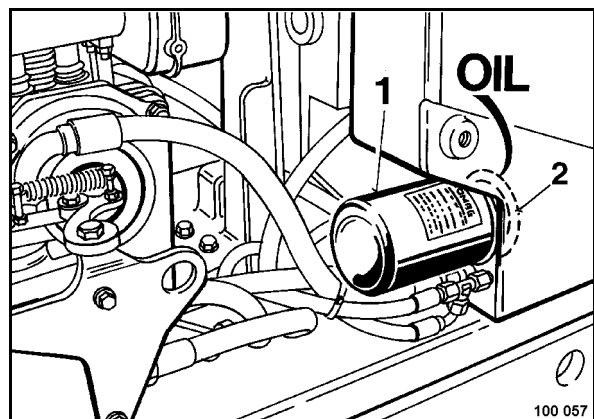

рис. 74
- Ослабить сменный фильтрующий элемент масла для гидросистемы (1) (рис. 74) с помощью подходящего ленточного ключа и отвинтить его.
- Слегка смазать резиновую прокладку (2) нового фильтрующего элемента чистым маслом.